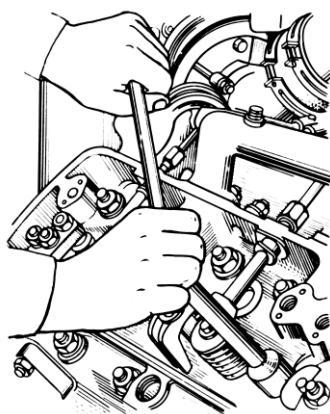

Рис. 91. Отвертывание гаек крепления головки цилиндров
6. Отвернуть гайки шпилек крепления головки цилиндров (рис. 91), соблюдая последовательность, обратную затяжке (рис. 60), не менее чем за три приема:
Клапаны, пружины и детали их крепления установить на головку цилиндров и засухарить клапаны, используя приспособление, изображенное на рис. 91.